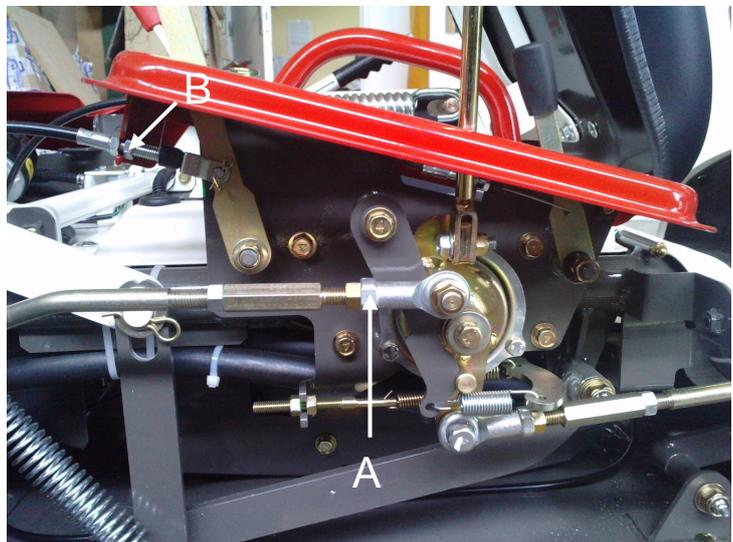

Figure 32
Ajustez la biellette de commande (Figure 32, repère A) afin que la machine reste immobile lorsque le levier d'avancement est au neutre.
- Ajustez le câble de commande (Figure 32, repère B) afin que le levier garde un jeu de 1 à 3 mm avant d'actionner le blocage.